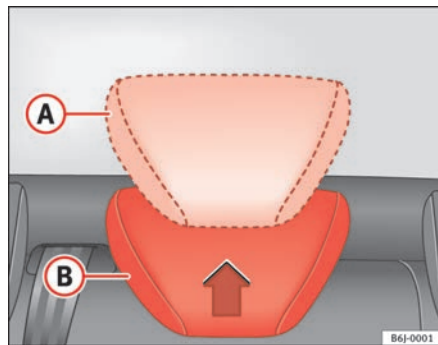

Fig. 5 Regulação dos encostos de cabeça traseiros
- Posição elevada ou de utilização (A) ⇒ fig. 5. Nesta posição, o encosto de cabeça funciona como um encosto de cabeça convencional, protegendo juntamente com o cinto de segurança os passageiros dos lugares traseiros.
- Posição de repouso, não utilização (B) ⇒ fig. 5. Esta posição facilita a visibilidade traseira por parte do condutor.